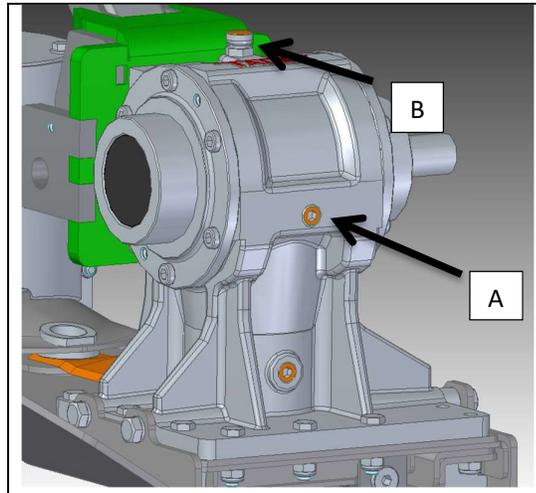

Abb. 21. Getriebe - Ölstandkontrolle: A - Einlass, Auslass, Kontrollstab
Der Ölstand im Mähbalken wird nach dem Aufstellen des Mähers auf ebenem Untergrund durch das Herausdrehen des Einfüllstopfens (A), Abb. 21 geprüft. Der Ölstand vom Boden des Mähbalkens sollte im Bereich $5 \div 7$ mm liegen.
Der Ölstand im Winkelgetriebe wird mit dem Meßstab, der sich im Kontroll-Einfüll-Ablaßstopfen (A) befindet, nach dem Herausdrehen Abb. 21, geprüft.
- Der Stopfen (A) Abb. 21 des Einlasses, Ablasses und der Ölstandkontrolle herausgedreht werden
- Der Ölstand geprüft und der Stopfen (A) zugedreht werden